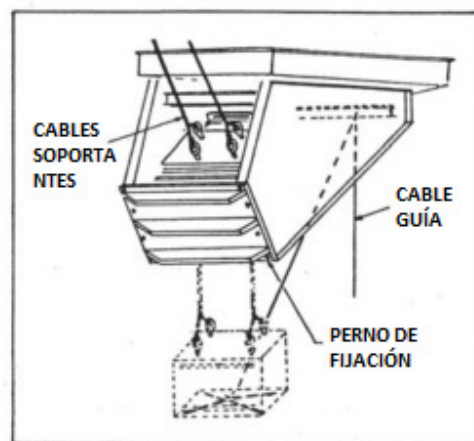

FIGURA 4 - REMOCIÓN DEL CONJUNTO DEL EXCITADOR
3. Remueva la polea de guarda (M). Remueva los tornillos prisioneros y los espaciadores de la placa de montaje (C), y suelte las tuercas de ajuste para aliviar la tensión de la correa. Remueva las correas (K). Remueva el motor (A), la polea (B) y la placa de montaje del motor (C) del conjunto del excitador. Los ítems A, B y C se pueden manejar como una sola unidad.
4. Para facilitar la remoción del excitador, adose cable de fuerza suficiente (peso aproximado del excitador 8.000 libras) a los pernos de argolla ubicados en las cuatro esquinas del encerramiento. Refiérase a la Figura 4. Sostenga todos los cables en forma segura usando un teclé o equipo similar.
Nota: Para una fácil remoción y reemplazo, es aconsejable insertar cuatro pernos de argolla de 1 1/8" x 2 1/2" en las esquinas del encerramiento (lado inferior). Asegure una cadena guía o cable a estos pernos argolla desde la unidad del excitador hasta el miembro de soporte de la bandeja vibratoria cerca del extremo de descarga del golpe. Refiérase a la Figura 4. Esto ayudará a mantener el excitador en un ángulo de aproximadamente 30 grados, y sostendrá el excitador en su lugar hasta que se hayan removido todos los pernos.
3. Remueva la polea de guarda del motor (M). Remueva los tornillos prisioneros y espaciadores de la placa de montaje (C), y suelte los tornillos de ajuste para aliviar la tensión de la correa. Remueva las correas (K). Remueva el motor (A), polea acanalada (B) y la placa de montaje del motor (C) del conjunto del excitador. Los ítems A, B, y C se pueden manejar como una sola unidad.
4. Para facilitar la remoción del excitador, adose cable de fuerza suficiente (el excitador pesa aproximadamente 8.000 libras) al excitador en las cuatro esquinas. Refiérase a la Figura 4. Asegure todos los cables de soporte usando un tacle o equipo similar.
Nota: Para facilitar la remoción y reemplazo, es aconsejable insertar cuatro pernos de argolla de 1"-8 x 2 ½" en las esquinas del encerramiento (lado inferior). Asegure una cadena guía o cable a estos pernos de argolla desde la unidad excitadora hasta el miembro soporte de la bandeja vibratoria, ubicado cerca del extremo de descarga de la bandeja vibratoria. Refiérase a la Figura 4. Esto ayudará a mantener el excitador en un